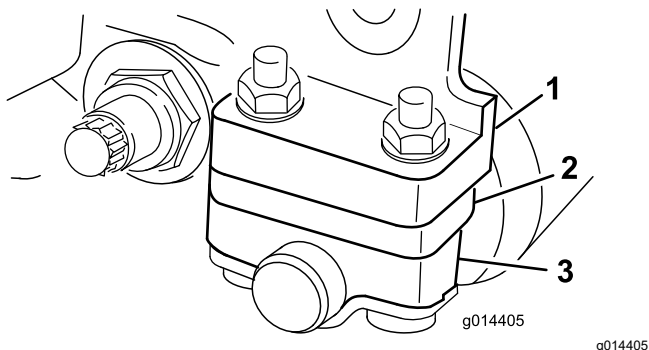

Рисунок 12
1. Отрегулируйте кронштейны заднего валика на необходимый диапазон высоты скашивания путем установки необходимого количества проставок под монтажный фланец боковой пластины (Рисунок 12) в соответствии с Таблицы выбора высоты скашивания и неподвижного ножа (страница 16).